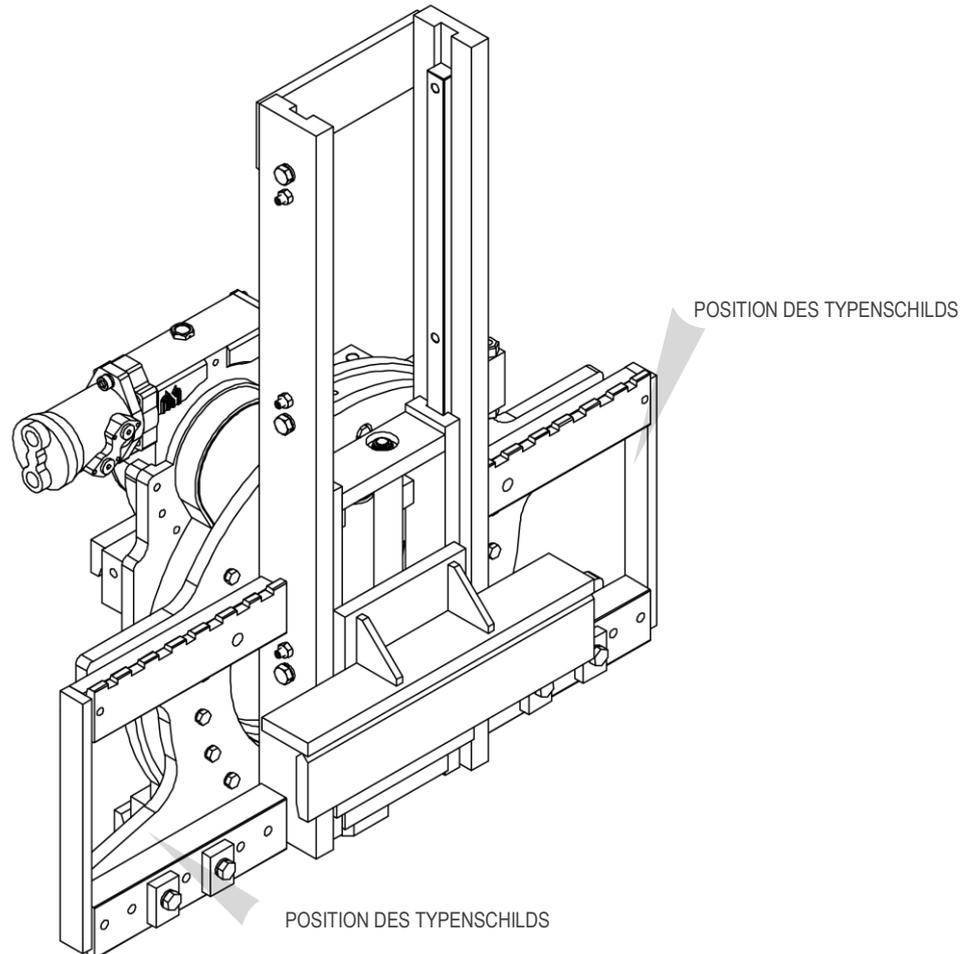

Abbildung 1
Alle Geräte A.T.I.B. – “360°-DREH-KIPP-VORRICHTUNG FÜR STAPELKIPPER – TYP 219” werden mit aufgeklebten Typenschildern (siehe *Tabelle 1*) an den Geräten (siehe *Abbildung 1*, in der die zwei üblichsten Positionen der Typenschildern zu sehen sind) identifiziert. Achten Sie immer auf die Seriennummer.
5. Verwenden Sie für die Handhabung ausreichend starke Gurte oder Ketten für das auf dem Typenschild angegebene Gerätegewicht (siehe *Abbildung 1* und *Tabelle 1* auf Seite 6).
11. Schließen Sie den Hydraulikkreislauf an und versichern Sie sich, dass der Betriebsdruck der Leitungen höher oder gleich dem auf dem Typenschild angegebene ist (siehe *Abbildung 1* und die *Tabelle 1* auf Seite 6).
6. Für die Handhabung müssen ausreichend starke Gurte oder Ketten für das Gewicht des Geräts, das auf dem Typenschild angegeben ist, verwendet werden (siehe *Abbildung 1* und *Tabelle 1* auf Seite 6).